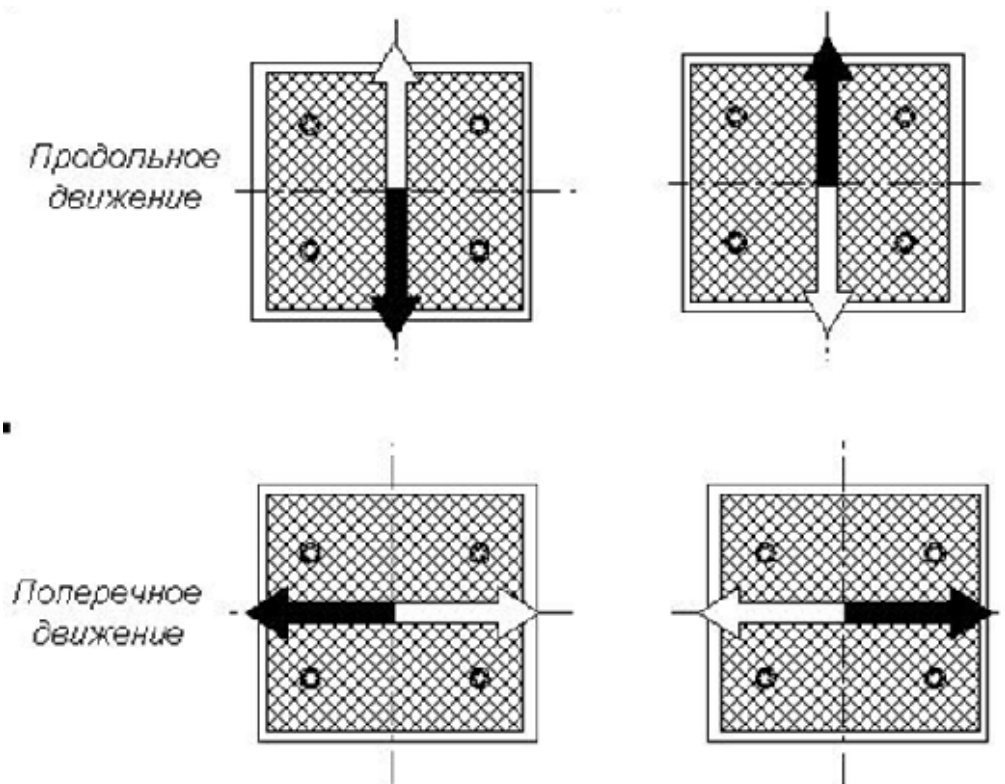

Рисунок 5 Схема движения площадок
3) Перемещение кнопки SB4 ПДУ в положение «II»	Подвижные площадки люфт-детектора совершают движение параллельное продольной оси автомобиля в противоположном см рис.5
5) Перемещение кнопки SB3 ПДУ в положение «II»	Подвижные площадки люфт-детектора совершают движение от продольной оси автомобиля, перпендикулярное направлению движения автомобиля в противоположном направлении см рис. 5
6) Кнопки SB3 и SB4 ПДУ находятся в положении (0).	Движение подвижных площадок не происходит